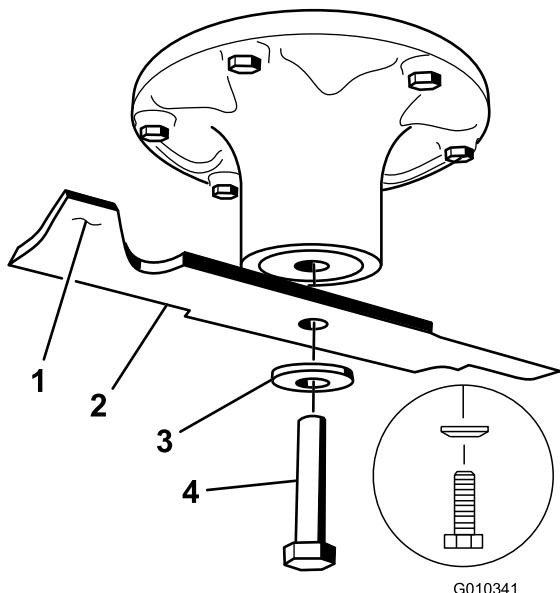
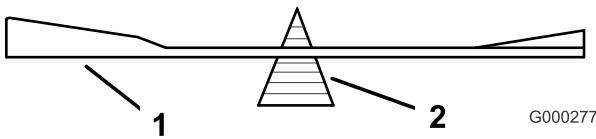

Figura 59
Figura 61
Tenete l'estremità della lama con un cencio o un guanto bene imbottito. Togliete il bullone, la rondella curva e la lama dall'asse del fusello (Figura 59).
1. Montate la lama sull'asse del fusello (Figura 59).
2. Montate il disco elastico e il bullone della lama. Il cono del disco elastico deve essere rivolto in verso la testa del bullone (Figura 59). Serrate il bullone della lama a 135 - 150 Nm.
2. Controllate l'equilibrio della lama posizionandola su un bilanciatore (Figura 61). Se la lama rimane in posizione orizzontale, è bilanciata e può essere utilizzata. Se la lama non è bilanciata, limate del metallo soltanto dalla costa (Figura 59). Ripetete la procedura finché la lama non è perfettamente bilanciata.